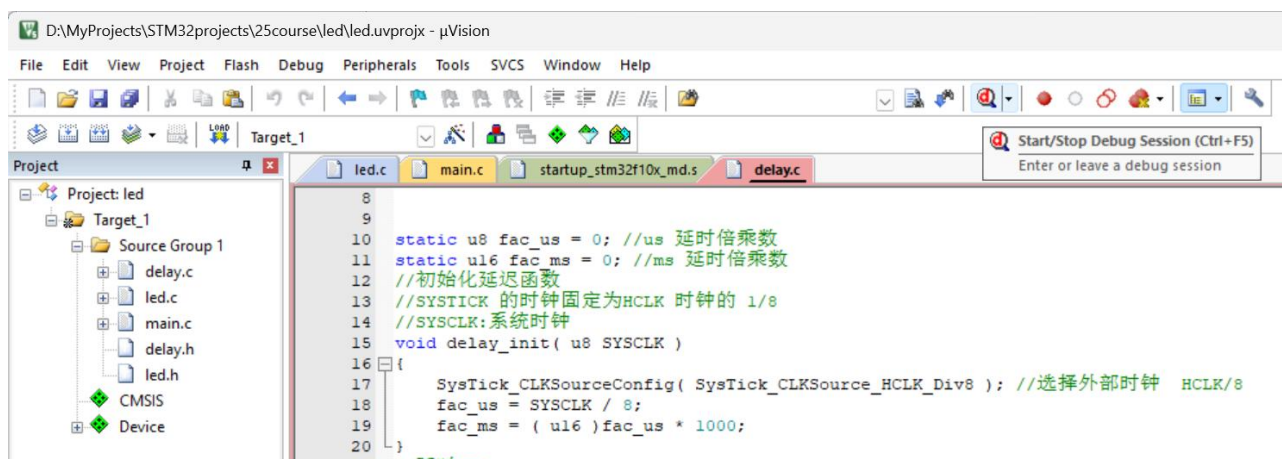

图 1-12 调试程序
- 4) （可选）下载完后可以点击 Debug 让程序进入调试模式，如图 1-12 所示；